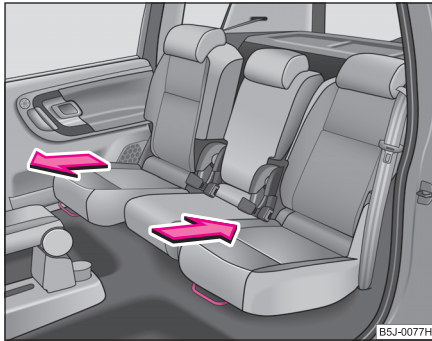
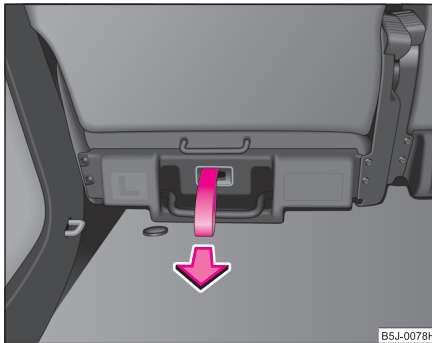

Abb. 50 Entriegelung
Abb. 51 Entriegelung
- Ziehen Sie den Hebel \Rightarrow Abb. 50 nach oben oder an der Entriegelungsschleife \Rightarrow Abb. 51 und verschieben Sie den Sitz in die gewünschte Position.